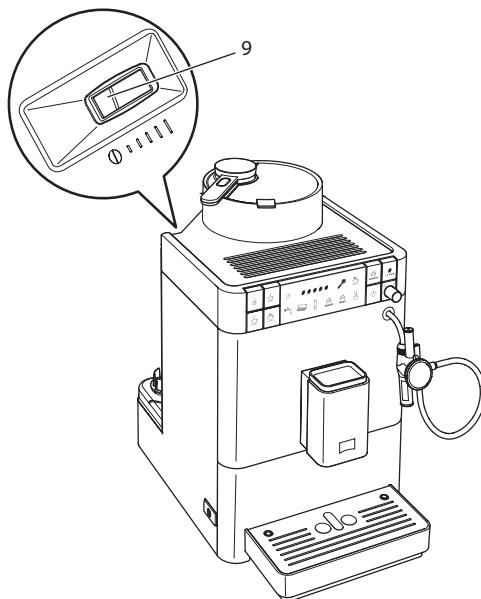

Fig. 14: Leva per la regolazione del grado di macinazione
2. Spostare la leva verso sinistra o verso destra, come illustrato nella Fig. 14.
**① Nota bene**